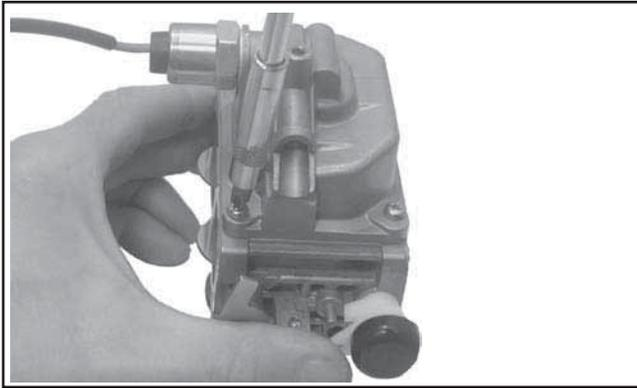

Figure 5-21. Installation de la cuve du carburant.
- Une fois la bonne hauteur du flotteur obtenue, réinstaller soigneusement sur le carburateur la cuve du carburant en utilisant de nouveaux joints toriques d'étanchéité. Fixer à l'aide des quatre vis originales. Serrer les vis à $2,5 \pm 0,3 \text{ N}\cdot\text{m}$ ($23 \pm 2,6$ **pouces lb**). Voir la Figure 5-21.